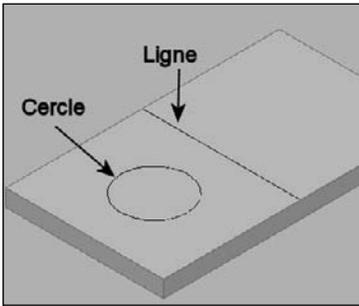

Fig.17.41
- 2] Délimitez les zones. Par exemple à l'aide d'un cercle et d'une ligne (fig.17.41).